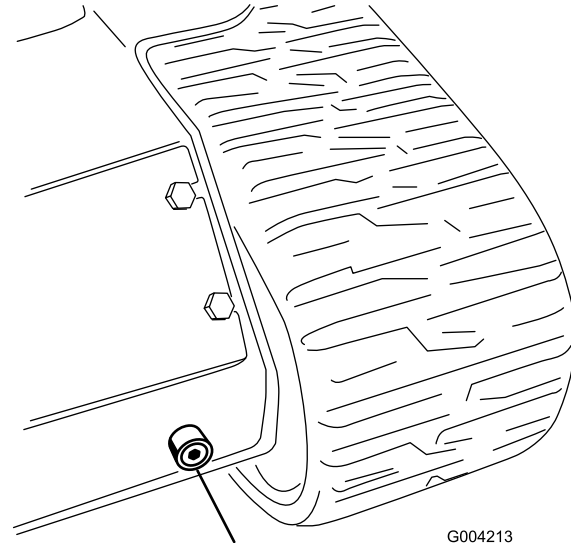

Figure 51
6. Placer un grand bac de vidange (d'au moins 56,8 litres [15 gallons US] de capacité) sous le bouchon de vidange à l'avant de la machine (Figure 51).
7. Retirez le bouchon de vidange pour permettre à l'huile de s'écouler dans le bac de vidange (Figure 51).